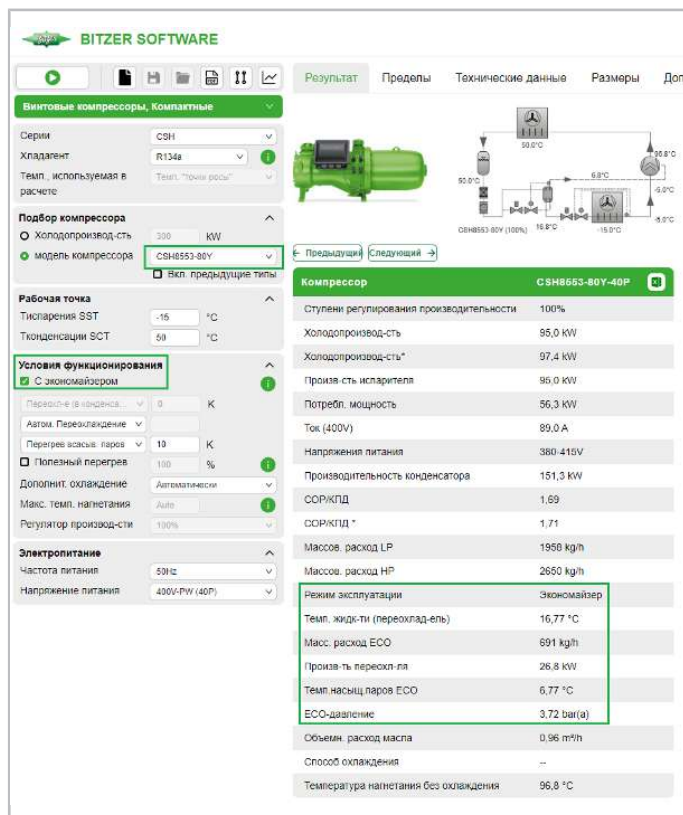

Рис. 17: Данные по производительности винтовых компрессоров (пример CSH85) с ECO в BITZER SOFTWARE
- BITZER SOFTWARE предоставляет соответствующие расчетные параметры, например, массовый расход и перепад давления (*см. рисунок 17, Страница 89*).